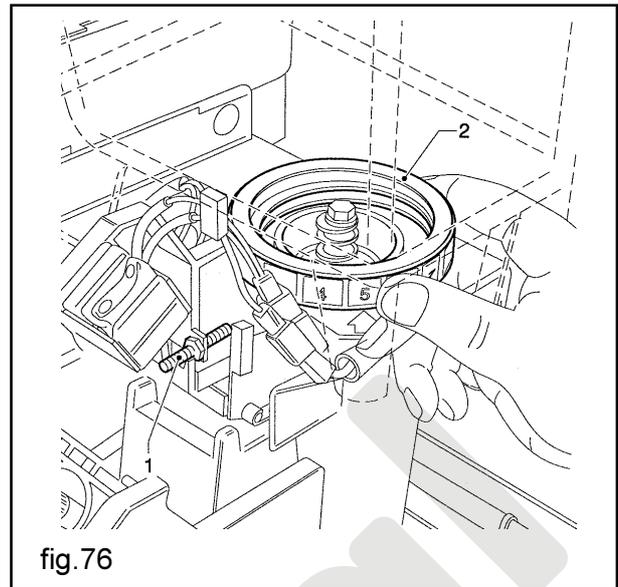

fig.76
- dosificación del café molido. Variar la cantidad girando el tornillo situado en el dosificador (ref.1, fig. 76).
- regulación del molido. Girar la virola (ref. 2, fig. 76) para obtener el resultado deseado.